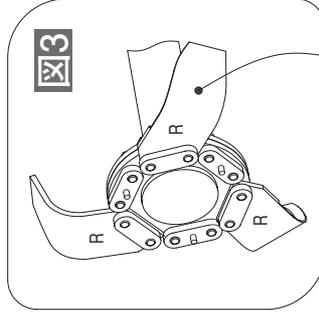

図3
- (1) 一番左側のフランジ(**図3**) フランジの目印用の小穴の後穴にR爪を付け、そこから180度回転した穴にもR爪を付けます。爪はフランジの左側に付けてください。
(1) 一番左側のフランジ(図3) R爪を図の通り3ヶ所つけます。爪はフランジの左面に付けてください。